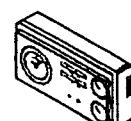

Рис. 4.2
- если к котлу подключен программируемый таймер или регулятор комнатной температуры, то убедитесь, что он включен и настроен на нужную температуру (~20°C) (рис. 4.2);